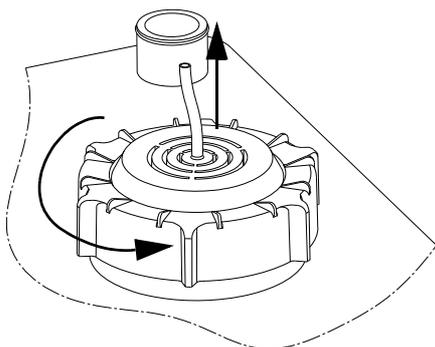

Abb. 31 Ausbauen des Niveausensors
2. Den Schraubdeckel durch Drehen gegen den Uhrzeigersinn lösen. Siehe Abb. 31.